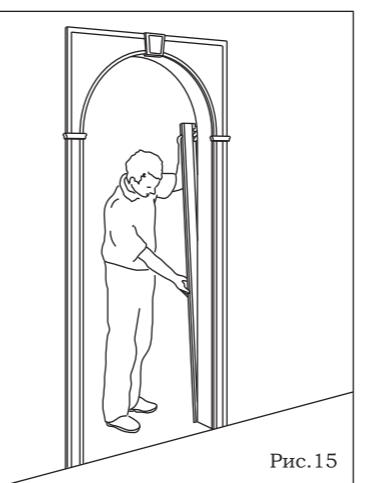

Рис.15
- Ж** Смазать пазы вторых стоек kleem и убедившись, что межстоеевая пластина вошла в паз, прижать стойки к стене. Стойки закрепить саморезами или предварительно жидкими гвоздями. Рис.15.